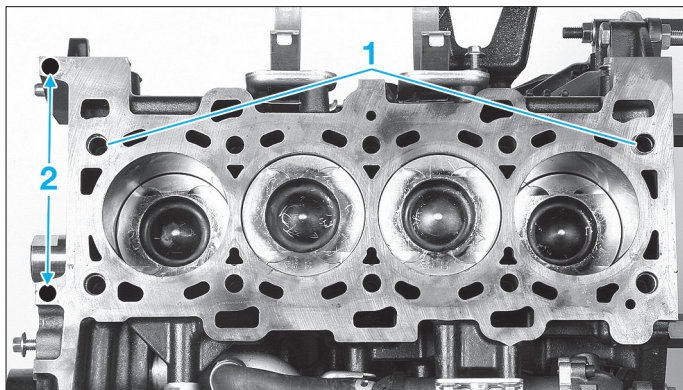

FIG. 62
- S'assurer de la présence des douilles de centrage (1) de la culasse sur le bloc-cylindres (fig. 62).
- Mettre du Joint Silicone Adhérent de 5 à 7 mm de diamètre sur le bloc-cylindres en (2).
- Poser un joint de culasse neuf puis mettre du Joint Silicone Adhérent de 5 à 7 mm de diamètre sur le joint de culasse, au même endroit (2) que sur le bloc-cylindres (fig. 62).